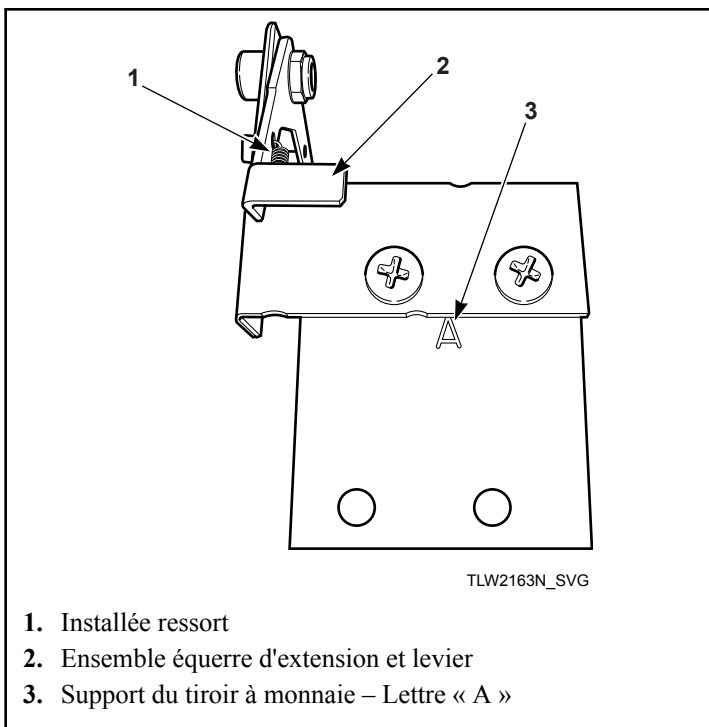

Figure 15
5. Fixer l'ensemble équerre d'extension et levier au support du tiroir à monnaie à l'aide de deux vis et de deux contre-écrous. Se reporter à la *Figure 15*.
IMPORTANT : Installer le support du tiroir à monnaie de façon à ce que la lettre « A » soit vers le haut et pointe vers l'ensemble équerre d'extension et levier. Se reporter à la *Figure 15*.